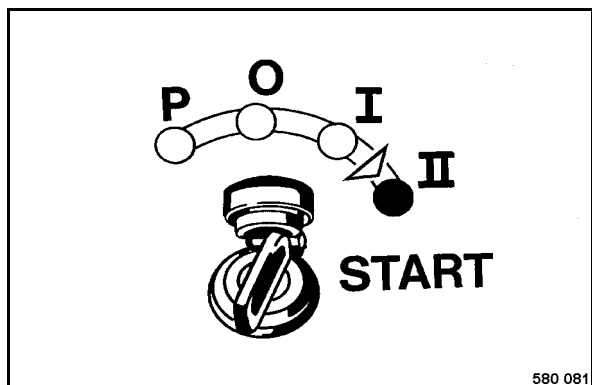

fig. 91
- Tourner la clé de contact (fig. 91) sur position "II", démarrage du moteur.